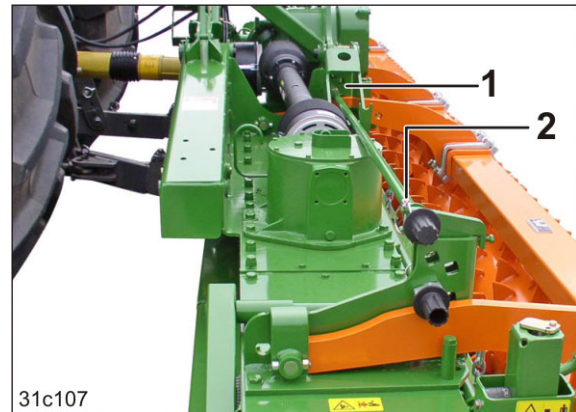

Fig. 82
6. Die Tiefenregulierungsbolzen (Fig. 82/1) abstecken.